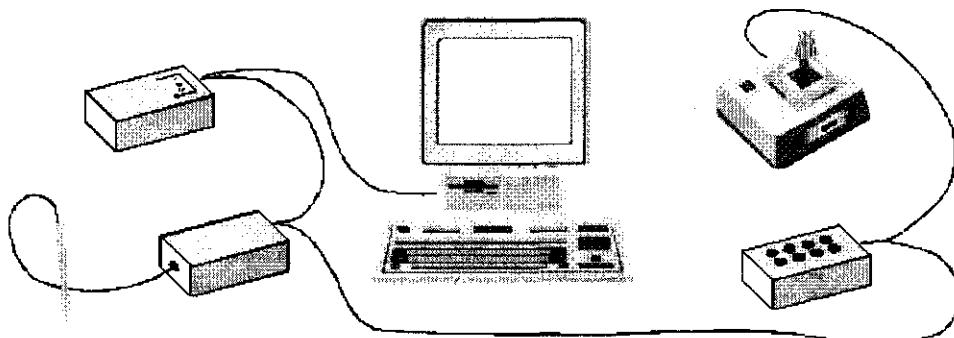
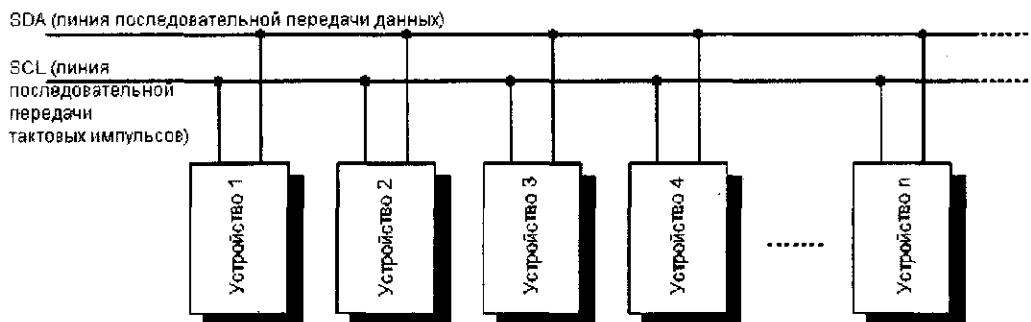

Рис. 8.1. Управление компонентами через шину I²C
Рис. 8.2. Подсоединение отдельных модулей к шине I²C
Во всех этих случаях, работа с устройствами связана с небольшими скоростями передачи данных. Кроме того, данные должны передаваться последовательно, побитно. Незначительная скорость передачи данных в данном случае не играет роли (для последовательного интерфейса SPI, описанного в предыдущей главе, скорость передачи составляет более одного миллиона бит в секунду, а для шины I²C — до 100000 бит в секунду). По этой причине компания Philips разработала шину I²C, которая также называется Inter-IC — то есть, шина для передачи данных между интегральными схемами (рис. 8.1).
- последовательная работа только с двумя проводами (см. рис. 8.1 и рис. 8.2), благодаря чему требуется меньше мест соединения и минимизируются затраты на проводку;